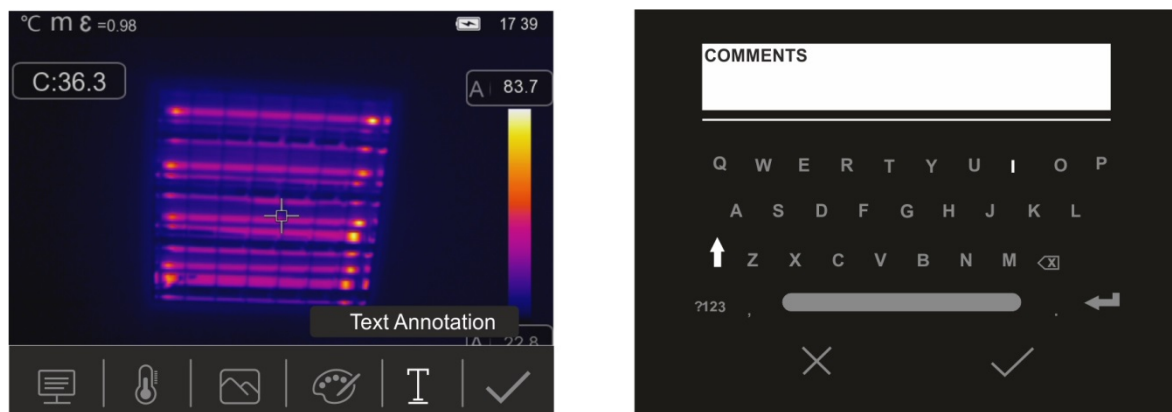

Fig. 45: Insérer une annotation textuelle dans l'image
4. Touchez l'icône «» pour insérer une annotation textuelle dans l'image. La page-écran de la Fig. 45 – partie droite s'affiche à l'écran